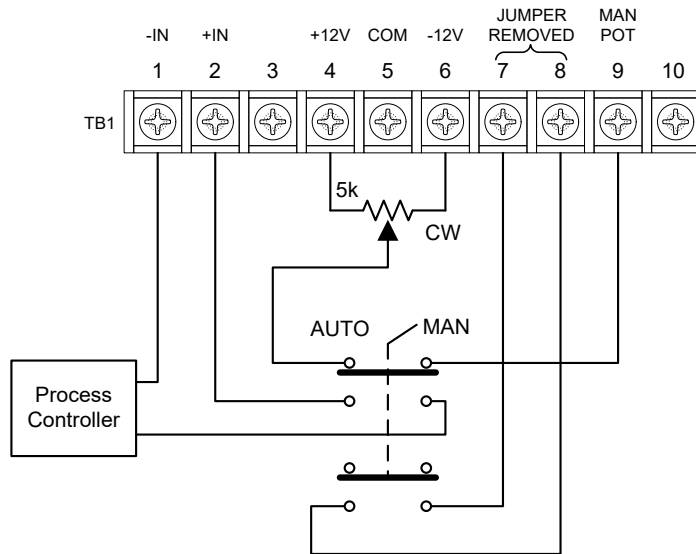

Figure 4.4 Commande automatique/manuelle avec un contrôleur et un potentiomètre distant
Avec l'alimentation du DCPF3 coupée, connectez l'interrupteur, le potentiomètre et le contrôleur comme indiqué à la figure 4.4 et retirez le cavalier des bornes TB1-7 et TB1-8. Installez l'interrupteur **AUTO/MAN** à proximité du potentiomètre manuel à distance. Remarquez que la position entièrement horaire (CW) du potentiomètre correspond à la sortie de puissance maximale.